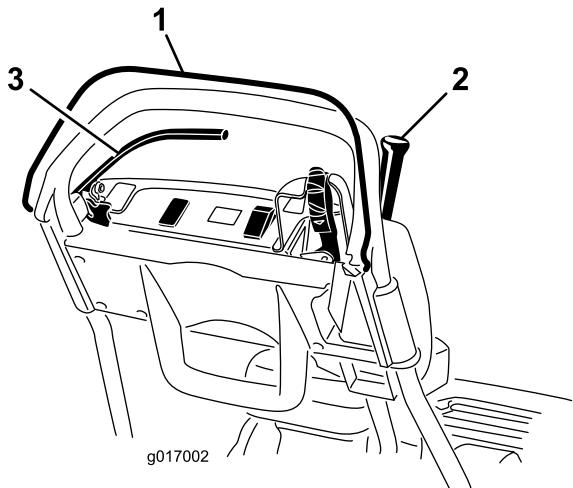

Figura 27
- Com o CPO solto, tentar accionar a alavanca de tracção (Figura 27). A alavanca de tracção não se deve accionar. Se a alavanca de tracção se accionar, o interruptor de segurança precisa de assistência. Corrija o problema antes da utilização. Consulte Manutenção de interruptores de segurança.
- Com o CPO carregado e a alavanca de tracção accionada, soltar o CPO (Figura 27). A alavanca de tracção deve deixar de ficar accionada. Se a
- Com o CPO carregado e a alavanca de mudanças para a esquerda, active a tracção e a transmissão do cilindro, solte o CPO (Figura 27). A alavanca de tracção deve deixar de ficar accionada. Se a alavanca de tracção não deixar de ficar accionada, o interruptor de segurança precisa de assistência. Corrija o problema antes da utilização. Consulte Manutenção de interruptores de segurança, Ajustar o controlo da tracção ou Ajustar o controlo do cilindro.
- Com o CPO carregado e a alavanca de mudanças para a esquerda para activar a tracção e a transmissão do cilindro, mover a alavanca de mudanças para a direita para desactivar a transmissão do cilindro (Figura 27). A transmissão do cilindro deve deixar de ficar accionada. Se a alavanca de tracção não deixar de ficar accionada, o interruptor de segurança precisa de assistência. Corrija o problema antes da utilização. Consulte Ajustar o controlo do cilindro.
- Com o CPO carregado, a alavanca de tracção accionada e os controlos do motor na posição de arranque (Figura 27). Tente pôr o motor a funcionar. O motor não deverá entrar em funcionamento. Se o motor arrancar, terá que inspecionar o interruptor de segurança. Corrija o problema antes da utilização. Consulte Manutenção de interruptores de segurança.
- Com a alavanca de tracção accionada, o travão de serviço accionado e os controlos do motor na posição de arranque (Figura 27). Tente pôr o motor a funcionar. O motor deve arrancar. Se o motor não arrancar, o interruptor de segurança precisa de assistência. Corrija o problema antes da utilização. Consulte Manutenção de interruptores de segurança.
- Com o motor a trabalhar, accione o travão de serviço (não o travão de estacionamento), carregue no CPO e accione a alavanca de tracção (Figura 27). O motor deve trabalhar para se sobrepor ao travão, mas não desligar-se automaticamente. Se o motor se desligar imediatamente, o interruptor de segurança precisa de
4. Com o motor a trabalhar, accione o bloqueio do travão de estacionamento, carregue no CPO e accione a alavanca de tracção (Figura 27). O motor deverá desligar-se automaticamente. Se o motor não se desligar automaticamente, o interruptor de segurança precisa de assistência. Corrija o problema antes da utilização. Consulte Manutenção de interruptores de segurança.